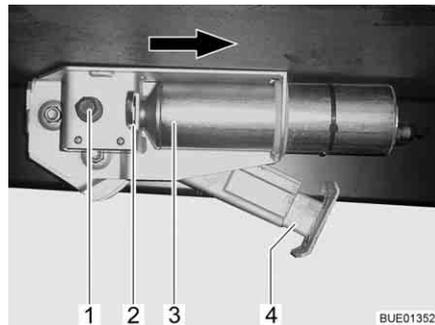

Fig. 30 Apoyo de elevación eléctrico en el vehículo
- Dentro de un lapso de 2 segundos, pulsar la tecla "Extraer apoyo de elevación" (Fig. 29,3), y mantenerla pulsada hasta que el pie de apoyo (Fig. 30,4) tenga contacto con el suelo.
- Dentro de un lapso de 2 segundos, pulsar la tecla "Introducir apoyo de elevación" (Fig. 29,1), y mantenerla pulsada hasta que el pie de apoyo (Fig. 30,4) haya sido introducido completamente. Cuando el apoyo de elevación ha sido introducido completamente sonará una señal acústica de control.
- Pulsar el circlip (Fig. 30,2) hacia dentro.
- Desplazar el motor (Fig. 30,3) hasta el tope en la dirección que indica la flecha.
- Bajar o subir el apoyo de elevación como un apoyo de elevación mecánico a través del hexágono (Fig. 30,1).
Cuando se haya eliminado la avería: Empujar el motor en dirección opuesta a la dirección que indica la flecha a la posición inicial. Extraer el circlip (Fig. 30,2) hasta que engatille.